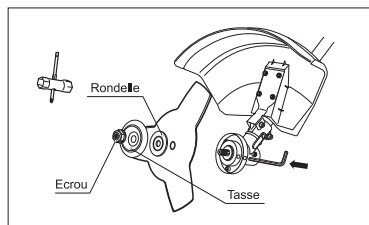

fig. 7
1. Réunissez une perforation dans la rondelle avec celle de la boîte du réducteur (fig. 7). Insérez une tige métallique d'arrêt dans une perforation de la boîte du réducteur et dans celle de la rondelle.
6. En retenant une tige d'arrêt avec une main, serrez bien l'écrou avec une clé à pipe (fait parti de la fourniture), en le tournant dans le sens inverse des aiguilles d'une montre (fig. 7).